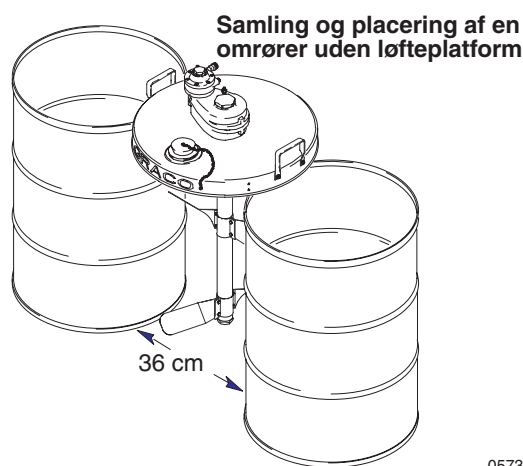

Fig. 2
Anbring to standardtønder på 208 liter med ca. 36 cm afstand, og centrér tromledækslet på tønderne, så Gracologoet er placeret i midten og vender mod dig som vist i fig. 2. Fortsæt til trin 1 i **Med eller uden løfteplatform**.
1. Før omrørerakslen gennem det store hul i midten af tromledækslet (29).
2. Drej omrøreren, så luftmotoren er placeret til venstre for akslen som vist i fig. 2, hvilket vil bringe de tre gevindskårne huller i bunden af omrøreren på linje med de tre gennemgående huller i tromledækslet.
3. Før de tre sekskantede skruer (25) op gennem tromledækslet og ind i omrøreren, og tilspænd dem med et moment på 8,4 Nm.
4. Saml ét par omrørerblade (28), så de fire gennemgående huller i bladhalvdelen er på linje (se på **deltegningen**, hvordan bladene skal vende).
5. Skub fire hovedskruer (31) gennem de fire huller i bladene, og sæt låsemøtrikkerne (32) på hovedskruerne.
7. Tilspænd de fire låsemøtrikker (32) ensartet for at spænde bladene sammen, indtil de sidder fast på akslen. Tilspænd låsemøtrikkerne med et moment på 5,6-6,2 Nm. Der vil fortsat være et gab mellem bladhalvdelen.
9. Anbring den anden bladsamling tæt på akslens bund, men ikke på bundproppen (20).
10. Drej den nedre bladsamling, så den er drejet 90 grader i forhold til den øvre bladsamling, og tilspænd låsemøtrikkerne (32) med et moment på fra 5,6 til 6,2 Nm. Der vil fortsat være et gab mellem bladenes halvdele.